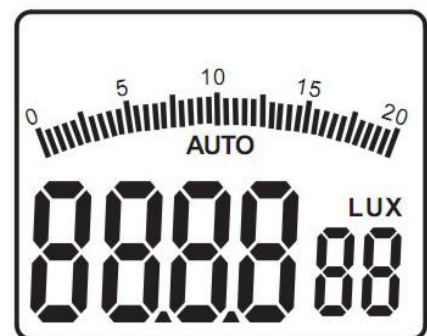

Figura 3-1-2C
- Presione de nuevo durante dos segundos el pulsador REL/PEAK, las indicaciones “PEAK” y “MENU” desaparecerán de la parte superior de la pantalla, la indicación “AUTO” aparecerá en la parte central de la pantalla, el medidor saldrá del modo de medición de picos para regresar al modo normal de medición (como se muestra en la figura 3-1-2C).